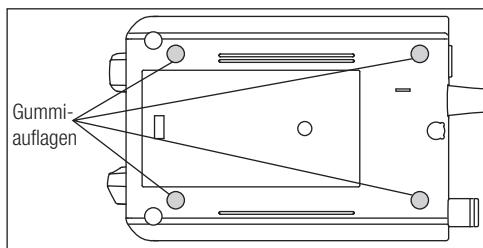

Abb.5
- 2) Gummiauflagen wie in Abb.5 gezeigt anbringen.